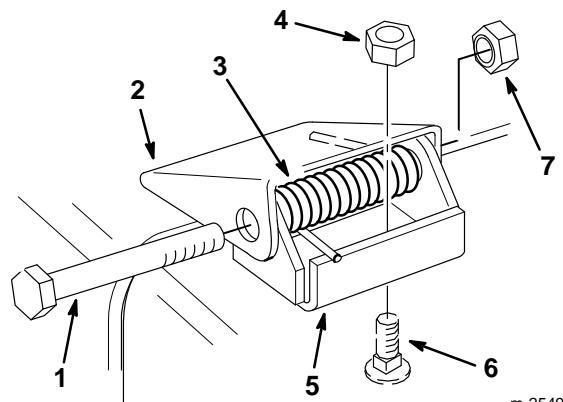

Abbildung 32
1. Sicherungsmuttern, Schrauben und Federn entfernen, mit denen die Ablenkblech-Halterungen an den Drehbügeln befestigt sind (Abb. 32).
2. Falls die Drehbügel ausgetauscht werden müssen, die Trägerschrauben und Kegelmutter entfernen, mit denen die alten Bügel an der Oberseite der Auswurföffnung befestigt sind. Dann die neuen Drehbügel anbringen. Darauf achten, daß sich die Trägerschraubenköpfe an der Innenseite des Mähwerks befinden (Abb. 32).
3. Die Ablenkblech-Halterungen mit den Schrauben, Federn und Sicherungsmuttern an den Drehbügeln anbringen. Darauf achten, daß die geraden Enden der Federn zwischen den Ablenkblech-Halterungen und dem Grasablenkblech positioniert sind (Abb. 32).
4. Die Sicherungsmuttern anziehen, bis sie die Drehbügel berühren (Abb. 32).